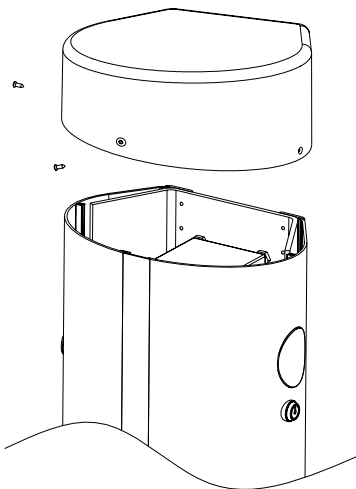

Fig. 3
- Togliere il coperchio superiore svitando le viti (Fig. 3).